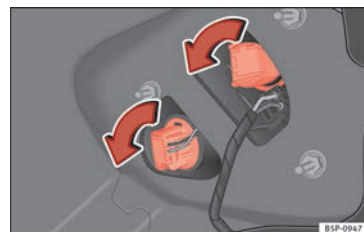

Fig. 190 Luces en la carrocería.
- Gire el portalámparas hacia la izquierda » fig. 190.